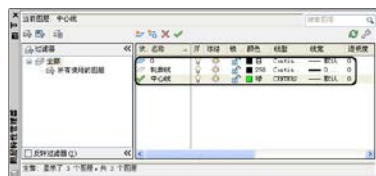

图 5.84 【图层特性管理器】对话框
- (1) 启动 AutoCAD 2012 程序，新建一个文件夹。
- (2) 单击【图层特性】打开【图层特性管理器】对话框，新建两个图层“中心线”和“轮廓线”，设置“中心线”的【线型】为“CENTER2”，为了辨别将颜色设置为绿色；设置“轮廓线”的【线宽】为 0.3 mm。将“中心线”设置为当前图层，如图 5.84 所示。